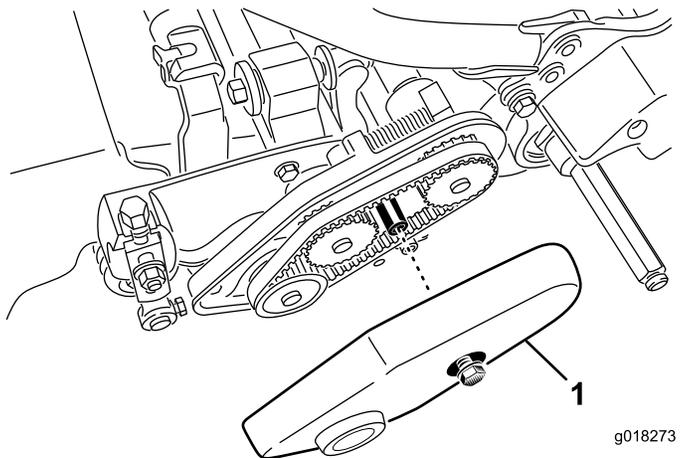

Figura 45
1. Solte o parafuso flangeado que fixa cobertura da correia e retire a cobertura da correia para expor a correia (Figura 45).